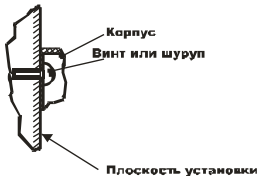

РИС. 2
2) установите градуировочную насадку на детектор. Для всех измерительных каналов, кроме канала О₂, подайте на вход насадки чистый воздух с расходом (300 ± 100) см³/мин. Величина тока должна соответствовать 4 мА в пределах приведенной погрешности. При отклонении тока от указанного значения, произведите подстройку тока резистором установки нуля (поз.5 рис.2). Для измерительного канала О₂, подайте на вход насадки ПНГ (поверочный нулевой газ – азот ос. чистоты) с расходом (300 ± 100) см³/мин. Величина тока должна соответствовать 4 мА в пределах приведенной погрешности. При отклонении тока от указанного значения, произведите подстройку тока резистором установки нуля (поз.5 рис.2).
Где $C_{и}$ – концентрация измеряемого компонента в ПГС, $C_{д}$ – верхний предел диапазона измерения. При отклонении тока от указанного значения произведите подстройку тока резистором установки чувствительности (поз. 6 рис.2).